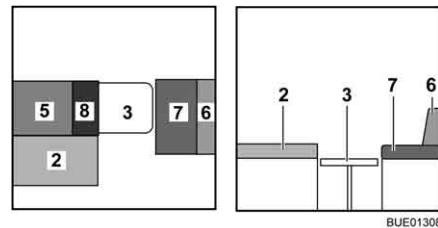

Fig. 141 Durante a transformação
- Coloque o estofa adicional (Fig. 141,8) sobre a mesa.